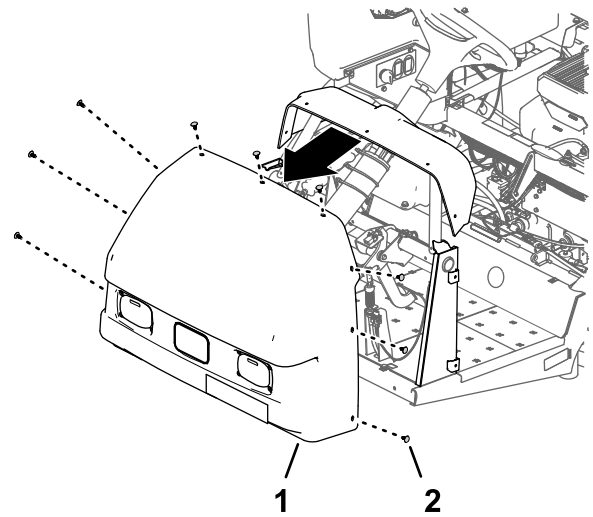

Figure 13
3. Déposez le capot de la machine (Figure 13).
2. Retirez les 9 fixations à pression qui fixent le capot à la planche de bord et au cadre de la machine (Figure 13).